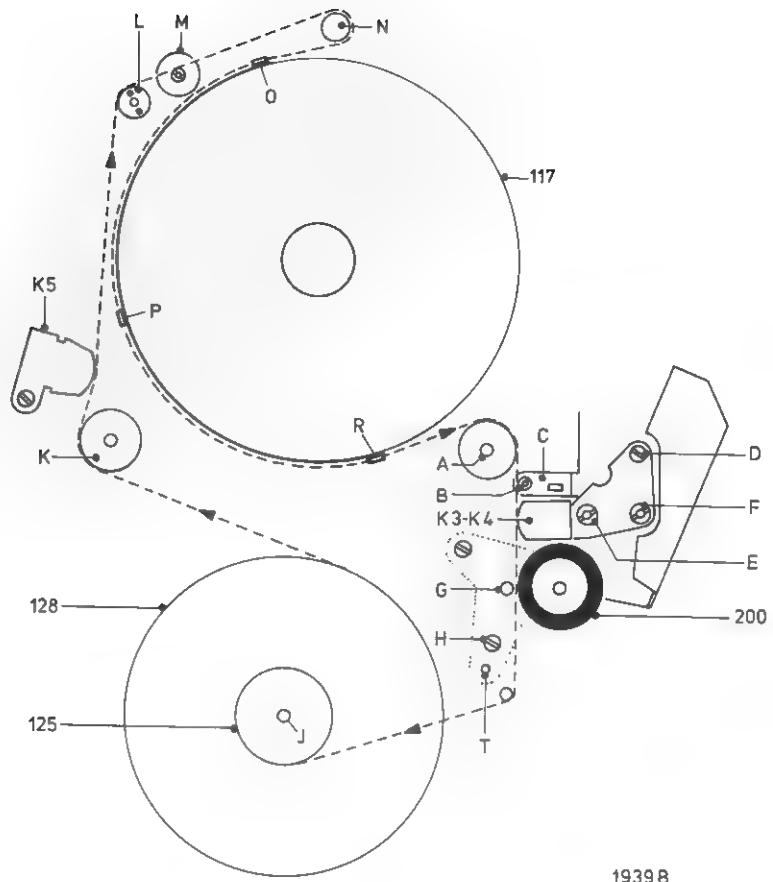

Fig. 22
Loodrechtinstellingen (zie fig. 22)
b. Dynamische instellingen (met band), zie fig. 22
- Apparaat inschakelen en in positie weergave plaatsen. Om de band in te rijden, met gedemonteerde cassettehouder, moet SK11 na de "On"-toets te hebben ingedrukt, via beugel met pos. 229 (zie exploded view) met de hand gesloten worden totdat de trommel in ingereg (uitgeregen) positie is.
### c. Instellingen audio/sync kop (zie fig. 22)